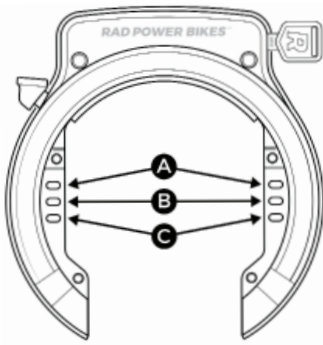

Figure 4 : Supports de verrouillage
3. **Déterminez les supports de verrouillage à utiliser.** Le verrou de roue Rad Fat Tire se fixe aux supports de cadre à l'aide de l'une des trois paires de supports de verrouillage. Reportez-vous à la figure 4 pour déterminer quel support de verrouillage utiliser.
a. **Pour bloquer la roue :** Tournez la clé dans le sens des aiguilles d'une montre et faites glisser le levier de pouce vers l'ouverture du verrou de roue jusqu'à ce que la manille se verrouille en position complètement fermée (Figure 8). Tournez ensuite la clé dans le sens inverse des aiguilles d'une montre pour verrouiller la manille dans cette position. Assurez-vous que la manille n'interfère pas avec les rayons ou la jante de la roue. Si la manille interfère, vous devrez peut-être changer la position de montage du verrou (Figure 4).